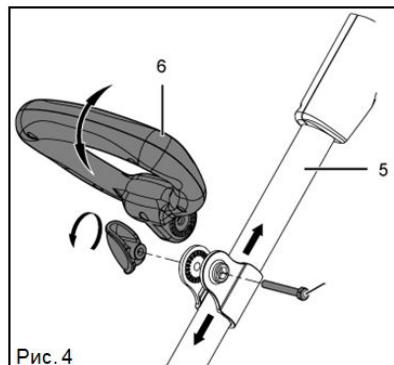

Рис. 4
3. Установите переднюю рукоятку на верхнюю штангу, используя винт и барашковую гайку (рис. 4).